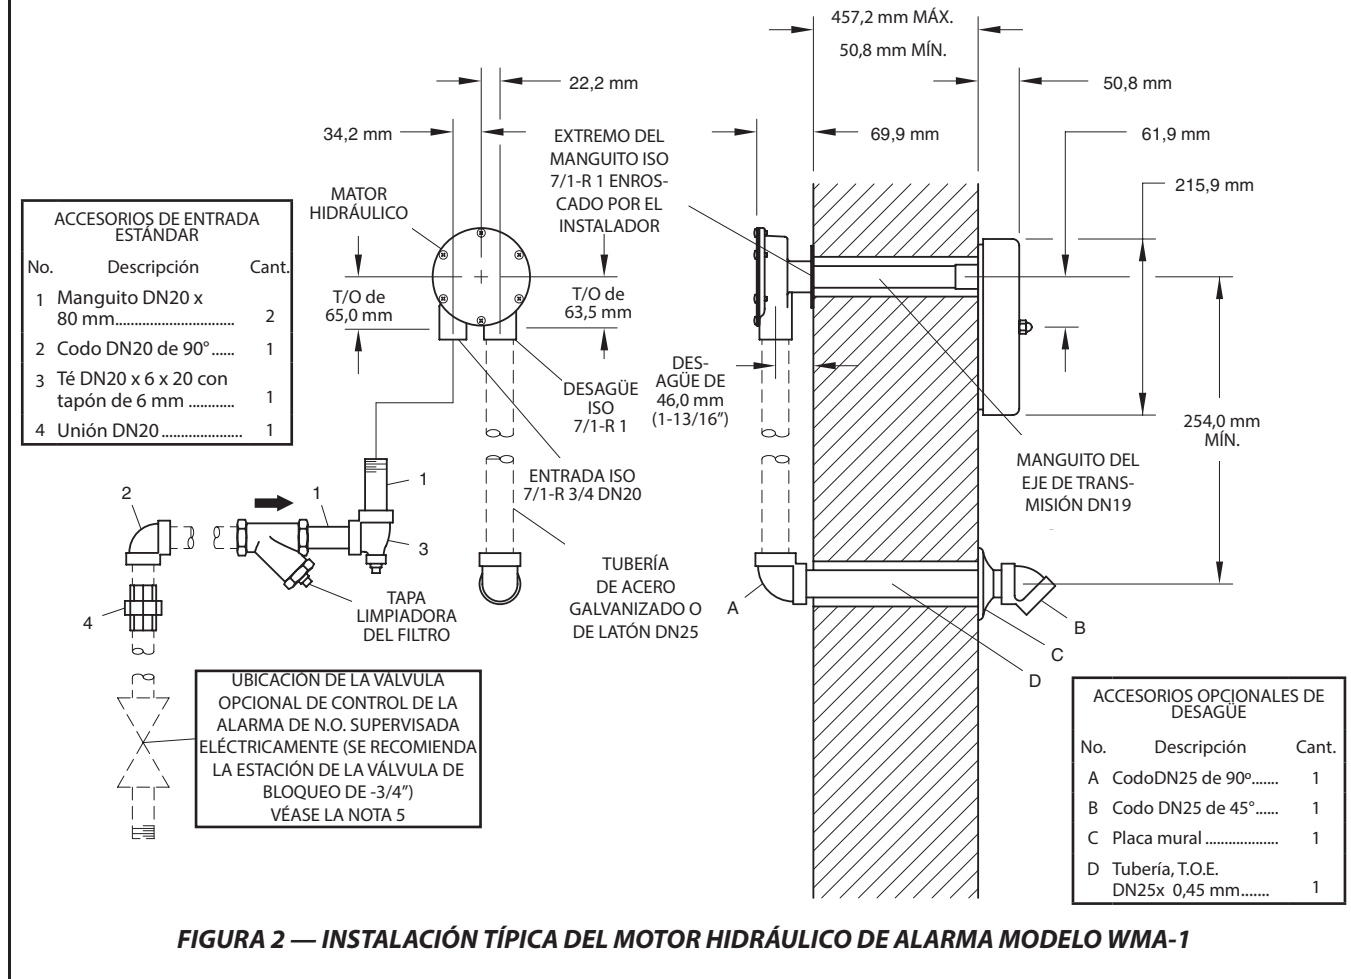

FIGURA 2 — INSTALACIÓN TÍPICA DEL MOTOR HIDRÁULICO DE ALARMA MODELO WMA-1
Elemento 1. El filtro en "Y" debe colocarse en la entrada del motor hidráulico de alarma (véase la figura 2).
Paso 1. Marque en la pared las ubicaciones de los ejes longitudinales de la salida del manguito y del desagüe. La salida del desagüe debe estar situada como mínimo 250 mm debajo del manguito, tal y como se indica en la figura 2.
Paso 4. Instale la tubería de la alarma incluyendo la mitad de la unión, elemento 4 - figura 2.